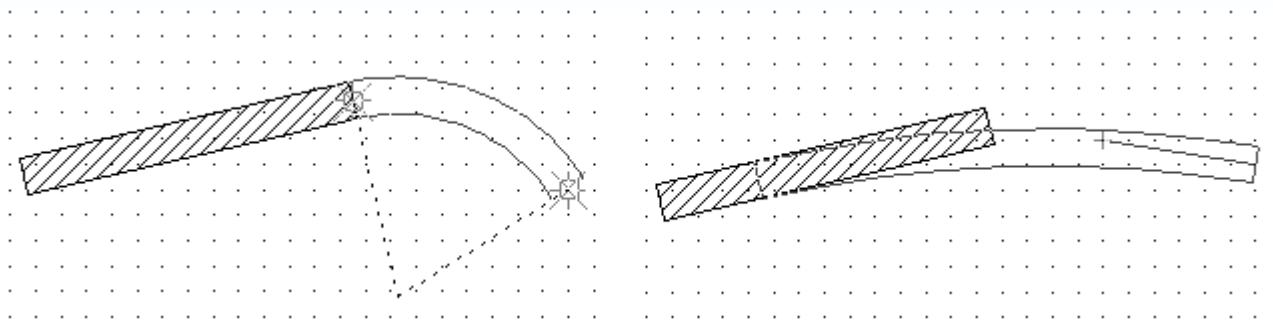

Рис. 1.17. Построение дуги: продление стены (слева) и дуга на стену (справа)
– криволинейный отрезок стены дома строится на продолжении одной из стен, в результате чего стена не замыкается. Арка строится по двум точкам, одна из которых является окончанием указанной стены, другая задается пользователем с помощью щелчка кнопкой мыши (рис. 1.17, слева).
– действие схоже с предыдущим, но дуга создается по трем точкам, и крайняя точка дуги не зафиксирована на краю стены (то есть стена не продлевается, а скругляется дугой (рис. 1.17, справа)).